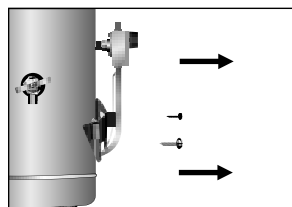

Figura 6
- Cuando la fuente de calor esté fría, desmonte el kit fuente de calor retirando los dos tornillos que la fijan a la cubierta exterior (Ver figura 6).